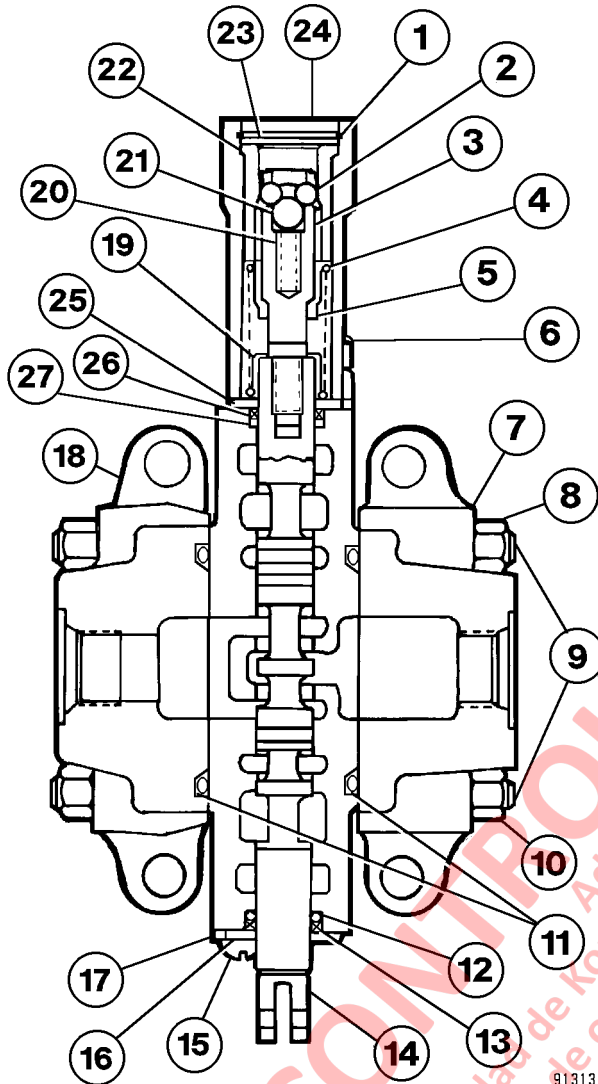
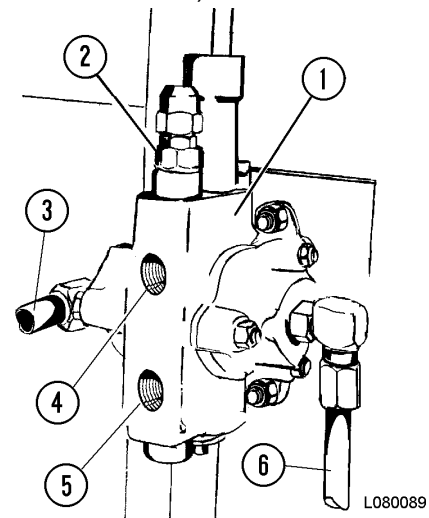

FIGURA 8-13. VÁLVULA PILOTO DE LEVANTE
FIGURA 8-14. VÁLVULA DE ALIVIO
2. Retire el tornillo (15, Figura 8-13), la placa del sello (16), el guardapolvo (13) y el O-ring (12).
3. Retire el anillo de retención (1), los tornillos (6), la tapa (24), el espaciador (23) y la camisa de tope (22). Las bolas de tope (2) y (21) caerán libremente cuando saque la tapa y la camisa de tope. Separe la tapa (24), el espaciador (23) y la camisa de tope (22), ya que será necesario para el reensamblaje.
4. Deslice cuidadosamente el carrete (14) para sacarlo de la carcasa (17). Desmonte el retenedor del sello (25), el guardapolvo (26) y el O-ring (27) del carrete.
5. Inserte un vástago en los agujeros transversales del pasador de tope (3) y destornillelo del carrete (14). Presione ligeramente el pasador de tope a medida que se desenganche y se libere la tensión del resorte.
6. Saque los asientos del resorte (19), el resorte (4) y el espaciador (5).
7. Desmonte la válvula de alivio (2, Figura 8-14) de la carcasa del carrete (1).
9. Retire las tuercas (8) y (10, Figura 8-13) y saque los pernos de unión (9). Separe las carcasas de la válvula. Retire el O-ring (11). Retire el retenedor del cabezal móvil y el resorte (ubicados en el lado de la carcasa de salida de la carcasa del carrete) de la carcasa del carrete.
4. Inspeccione el carrete (14, Figura 8-13). El carrete no debe tener marcas longitudinales, mellas o muescas.
5. Pruebe el carrete (14) en la carcasa del carrete para verificar que encaje. Debe calzar y girar libremente una vuelta completa sin atascarse.
6. Instale un O-ring (27, Figura 8-13) nuevo y el guardapolvo (26). Instale un retenedor de sello (25).
7. Instale el espaciador (5), los asientos de resorte (19) y el resorte (4). Atornille el pasador de tope (3) en el carrete (14). Presione ligeramente para comprimir el resorte de tope. Apriete el pasador de tope a **10 N·m (89 in lb)**. Instale el resorte (20). Instale cuidadosamente el carrete dentro de la carcasa del carrete.
8. Aplique grasa en los agujeros transversales del pasador de tope (3) para sostener las bolas (21) y (2).
9. Deslice la camisa de tope (22) dentro de la tapa (24) y colóquela con la ayuda de un punzón. Use el punzón para presionar la bola (21) e insertar las bolas (2) en los orificios transversales del pasador de tope.
10. Mientras sostiene la bola (21), deslice la camisa de tope (22) y la tapa (24) como un conjunto sobre el pasador de tope (3). Continúe insertando la camisa de tope (22) hasta que haga contacto con el asiento de resorte (19).
11. Asegure la tapa (24) en su lugar con tornillos (6). Apriete el tornillo (6) a **7 N·m (62 ft lb)**. Instale el espaciador (23) y el anillo de fijación (1).
12. Instale un O-ring (12) nuevo y el guardapolvo (13). Instale la placa de sello (16) y los tornillos mecanizados (15).
- Use O-rings nuevos para instalar la válvula de alivio (2, Figura 8-14) en la carcasa del carrete.